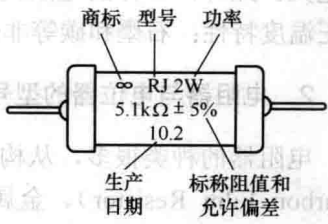

图 1.3 电阻器参数直标法示意图
① 直标法。直标法是在电阻体表面直接标识主要参数和技术性能的一种方法。电阻器直标法如图 1.3 所示。